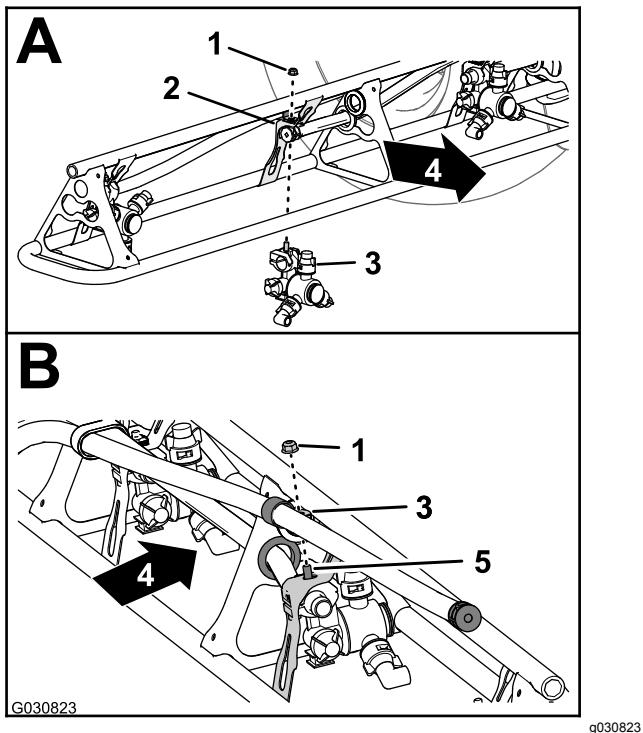

Figura 130
- Nelle posizioni degli ugelli 1 e 4, montate l'ugello dell'irroratrice sul relativo supporto (A di Figura 130) con il dado di bloccaggio flangiato (5/16") che avete rimosso nel passaggio 2 di Rimozione degli ugelli dell'irroratrice dalle sezioni di irrorazione esterne (pagina 55).
- Nelle posizioni degli ugelli 2 e 3, montate l'ugello dell'irroratrice sul relativo supporto (A e B di Figura 130) con il dado di bloccaggio flangiato (5/16") che avete rimosso nel passaggio 2 di Rimozione degli ugelli